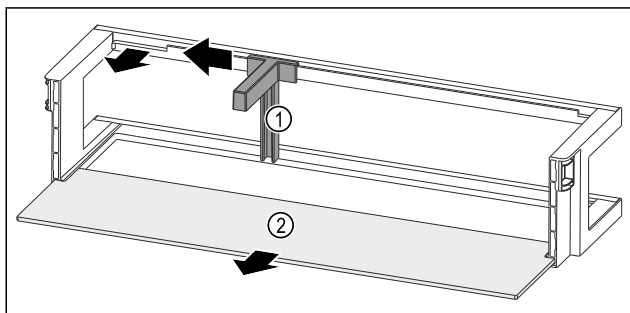

Fig. 98 Pudelihooidiku ja riiuliga ukseriulid
- Lükake pudelihooidikut Fig. 98 (1) kuni väljalõike ni küljele.
- Võtke pudelihooidik Fig. 98 (1) välja.
- Võtke riiul Fig. 98 (2) välja.